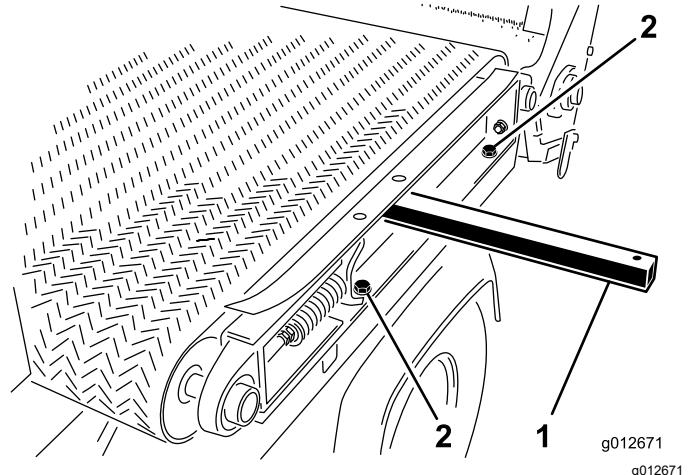

Figura 34
- Sul lato sinistro della macchina, rimuovete le 2 viti a testa cilindrica e le 2 rondelle che fissano la guida del telaio scorrevole al parafango sinistro (Figura 34).
- Inserite una barra di sollevamento attraverso il foro nella guida del telaio scorrevole di sinistra e sollevatela in modo che ne determini una leggera inclinazione; fate riferimento alla Figura 34 in Smontaggio del pianale scorrevole \(pagina 23\).